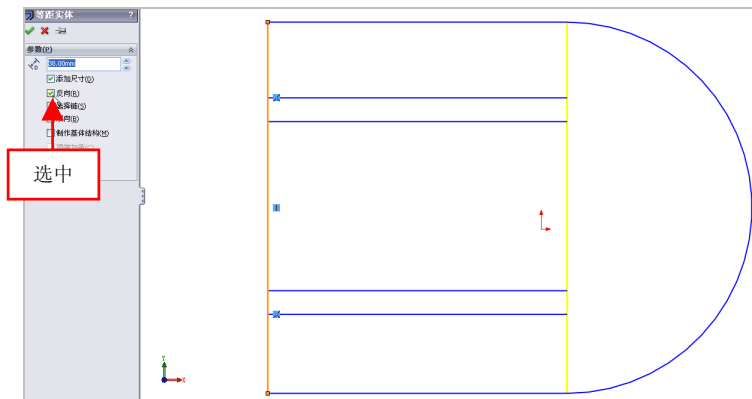

图 2-68 选中【反向】复选框
(4) 弹出【等距实体】属性管理器, 设置【等距距离】为 38, 选中【反向】复选框, 如图 2-68 所示。